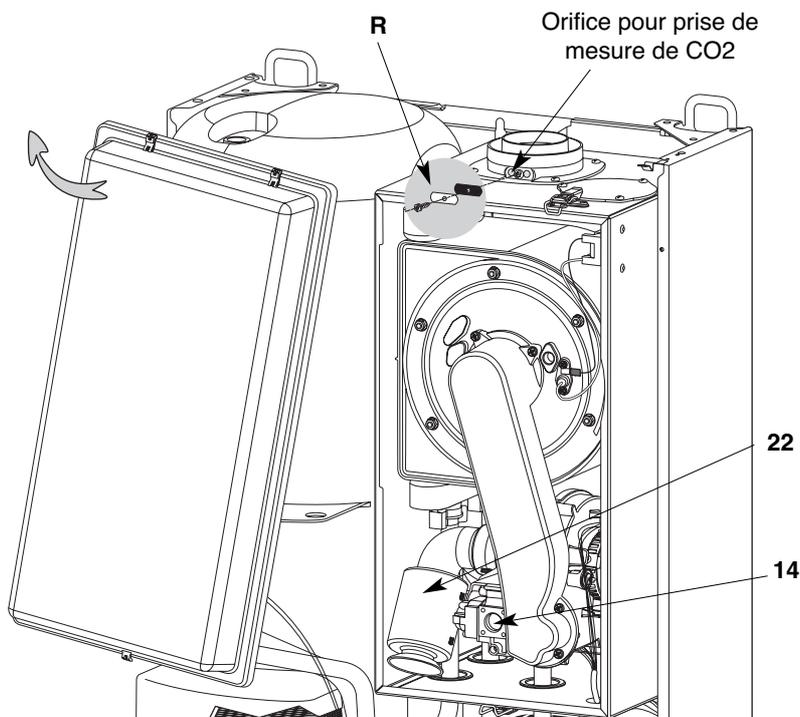

Fig. 21
Pour transformer l'appareil de G20 en G25 il est nécessaire de régler la vanne gaz **14** (fig. 21) à l'aide d'un analyseur CO/CO₂.
- déposer le couvercle de caisson étanche (fig. 21)
- attendre que l'appareil soit stabilisé en température. Mesurer la teneur en CO₂ sur la prise de combustion (fig.21) accessible après avoir ôté l'ensemble (vis + bouchon + joint) **R** (fig.21). La mesure est à prendre sur l'orifice qui se trouve à gauche.